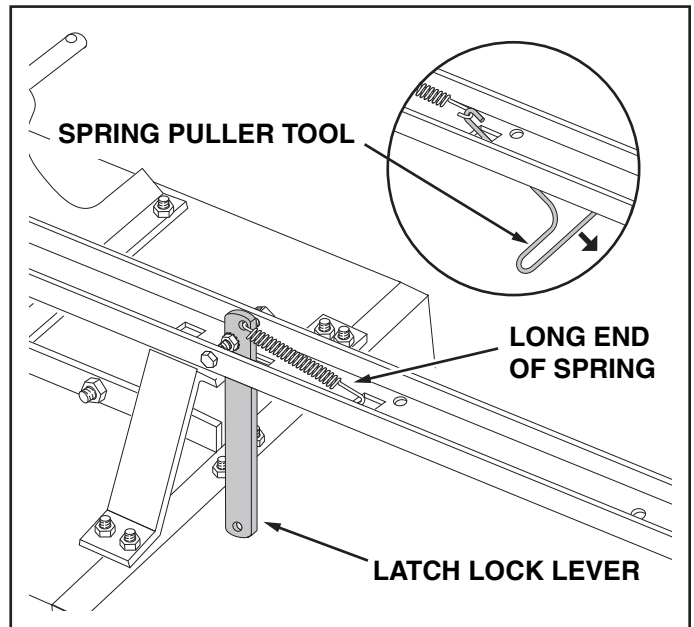

FIGURE 11
16. Hook the **short** end of the spring into the hole in the latch lock lever. Use the spring puller tool to hook the **long** end of the spring into the square hole in the tongue. The spring puller tool can be stored when finished. See figure 11.
16. Attachez la **petite** extrémité du ressort au trou se trouvant dans le levier loquet de verrouillage. Utilisez l'extracteur de ressort, comme montré dans la figure 11, afin d'attacher la **longue** extrémité du ressort à l'orifice carré sur la barre d'attelage.